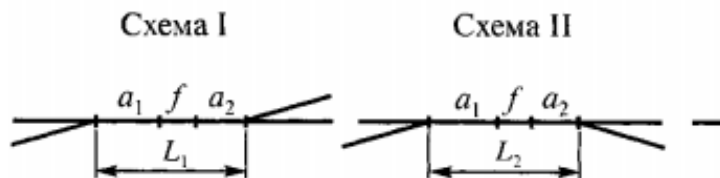

Рисунок 11.1 - Схемы взаимного расположения стрелочных переводов
**Задача 11.** Определить расстояние между центрами смежных стрелочных переводов марки 1/11 на прямо-отправочных путях в различных вариантах укладки (рисунок 11.1). Тип рельсов Р65. Длина вставки  $f$  в схемах I и II равна 25,00 м.